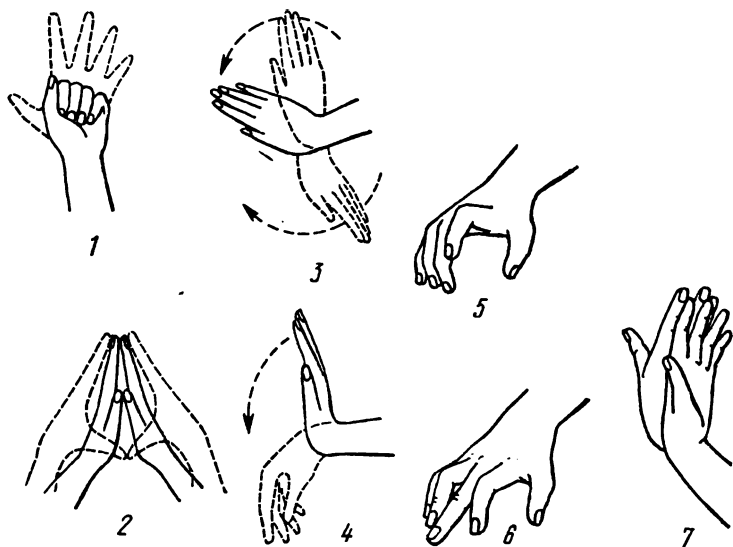

Рис. 21. Упражнение для разминки рук
Перед выполнением машинописных работ можно выполнить несколько упражнений для рук (рис. 21).
1. Сожмите руку в кулак и быстро разожмите (рис. 21, 1). Каждой рукой проделайте упражнение 5 раз.
2. Сложите руки перед собой, как показано на рис. 21, 2. Локти находятся в свободном состоянии, пальцы и ладони соприкасаются друг с другом. Отклоните ладони друг от друга так, чтобы запястья и локти раздвинулись. Повторите упражнение несколько раз.
3. Делайте вращательные движения кистями рук (рис. 21, 3).
4. Поднимите кисти рук и свободно опустите (рис. 21, 4).
5. Поставьте кисти рук на стол и поочередно приподнимайте каждый палец, остальные должны касаться стола и не двигаться (рис. 21, 5).
6. Поставьте кисти рук на стол и поочередно распрямляйте каждый палец при неподвижных остальных (рис. 21, 6).
7. Сложите ладони вместе, а затем выверните их наружу, как показано на рис. 21, 7, сначала в одну, затем в другую сторону. Повторите несколько раз.